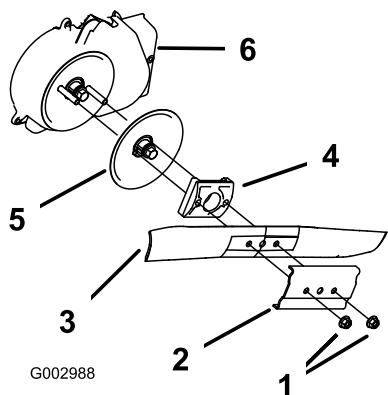

Figure 53
3. Retirez les 2 écrous de la lame et le renfort (Figure 53).
4. Déposez la lame (Figure 53).
5. Déposez le dispositif d'entraînement de la lame et le disque (Figure 53).
6. Déposez la protection du débrayage du frein de lame (Figure 53).
8. Montez la protection de l'embrayage du frein de lame (Figure 53).
9. Posez le dispositif d'entraînement de la lame (Figure 53).
10. Posez la lame (Figure 53).
11. Posez le renfort (Figure 53).